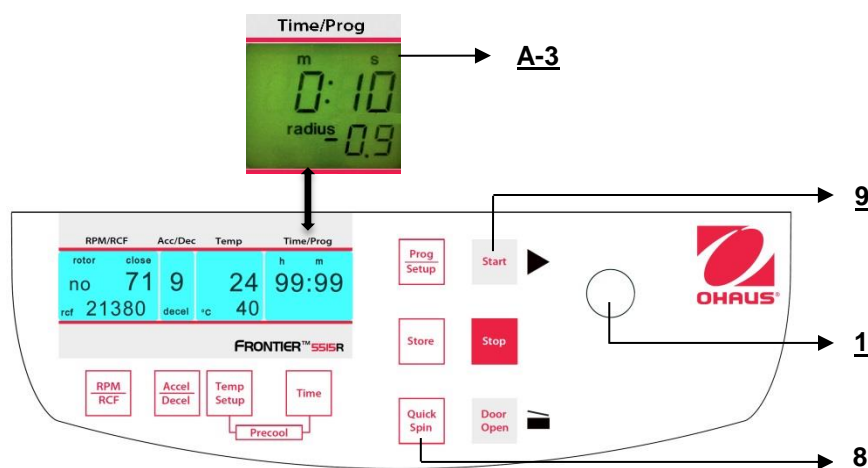

Figura 26
E' possibile avviare la centrifuga con il tasto **"Start"** (9) (rif. figura 26) oppure con il tasto **"Quick Spin"** (8).
**Con il tasto "Start"** (9), si possono avviare cicli salvati oppure cicli con i parametri preselezionati manualmente.